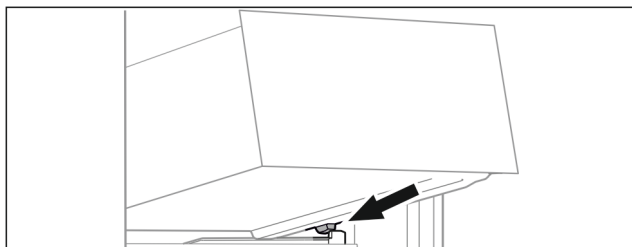

Fig. 113
- Schubfach schräg hinter den Stoppern auf Behälterrippe aufsetzen. (siehe Fig. 113)